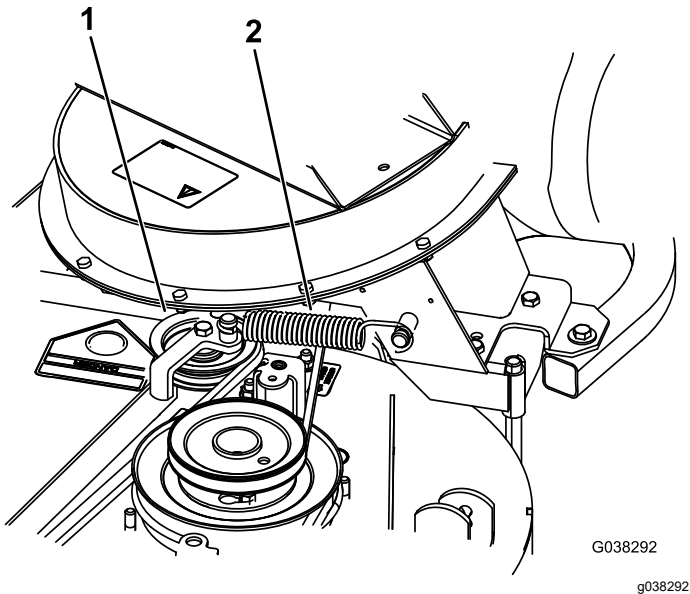

Bild 59
7. Setzen Sie die Feder ein, siehe Bild 59.
8. Verlegen Sie den Riemen auf die gefederte Spannscheibe (Bild 59).